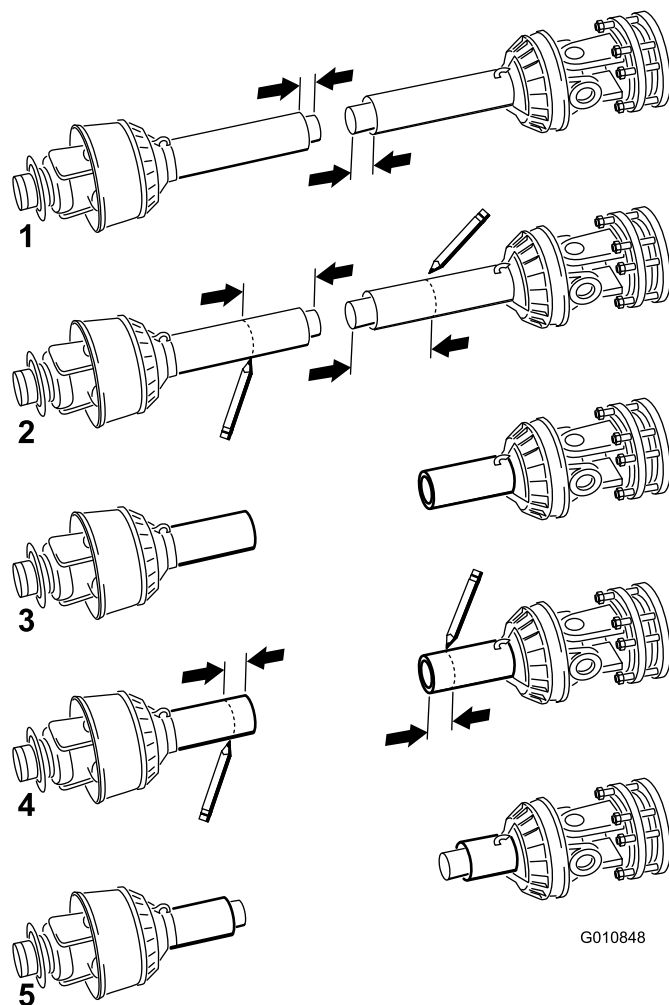

Figura 15
10. Separe as duas metades do eixo da tomada de força (Figura 15, ilustração 1).
11. Meça a distância da extremidade de cada tubo até à sua protecção de segurança (Figura 15, ilustração 1). Registe as distâncias.
12. Utilize as dimensões determinadas no passo 8, localize, marque e corte a protecção e o tubo de cada metade da tomada de força (Figura 15, ilustrações 2 & 3).
13. Utilize as dimensões determinadas no passo 11, localize, marque e corte apenas as protecções para expor os tubos (Figura 15 — ilustrações 4 & 5).